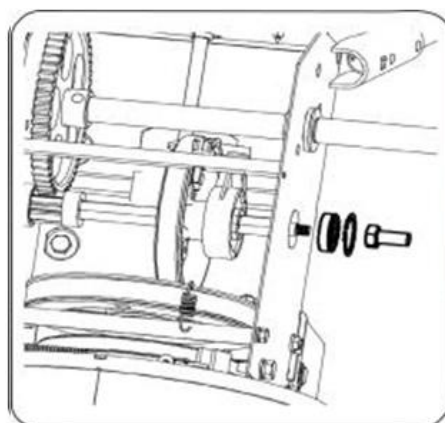

Рисунок 34
3. Осторожно снимите шестигранную гайку и шайбу (рис.34), при помощи которых шестигранный вал крепится к раме снегоуборщика, и слегка постучите по концу вала, чтобы сдвинуть шарикоподшипник с правой стороны рамы.